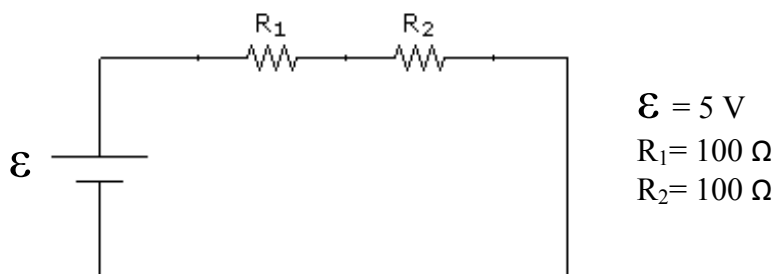

Figura 5.10 Circuito de una espira con resistencias en serie
l) Arma el circuito de la figura 5.10
4. Obtén la resistencia equivalente de las dos resistencias en serie del circuito de la figura 5.10